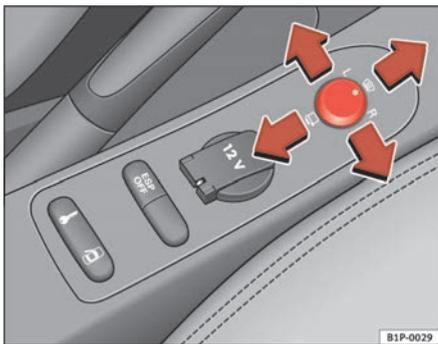

Fig. 87 Commande des rétroviseurs extérieurs
1. Tournez le bouton rotatif ⇒ fig. 87 en position **L (rétroviseur extérieur gauche)**.
- Tournez la commande vers l'avant, en position centrale ⇒ fig. 87 ①, afin que les rétroviseurs thermiques se réchauffent et que la fonction de pare-brise chauffant* au niveau de la zone de contact des balais soit activée ⇒ page 128.
- Tournez le bouton rotatif ⇒ fig. 87 en position  pour rabattre les rétroviseurs extérieurs. Pour éviter tout dégât, il est conseillé de toujours rabattre les rétroviseurs extérieurs lorsque vous passez dans une installation de lavage automatique.